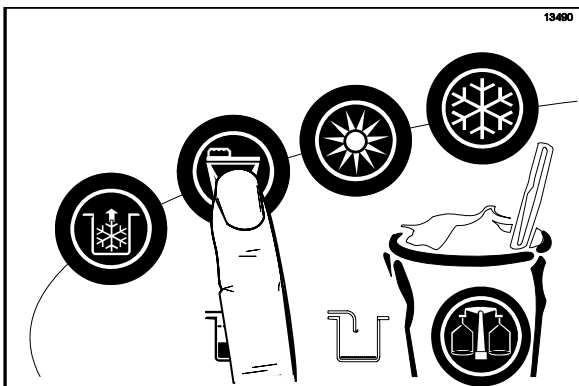

Abbildung 100
2. Einen Eimer unter den Zapfauslass halten, Zapfventil öffnen und das Reinigungssymbol  antippen. (Siehe Abbildung 100.)